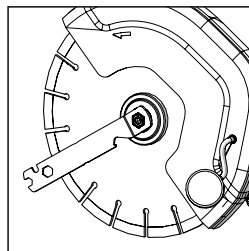

Abb. 3
- Ziehen Sie die Dornschraube mit dem im Lieferumfang enthaltenen Multifunktionswerkzeug an. **(Abb. 3)**